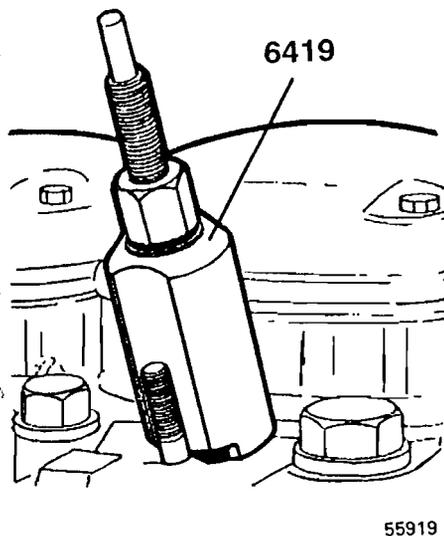

Fig. 80
- 7 Quitar el anillo de acero con el extractor 6419, véase la fig. 80.